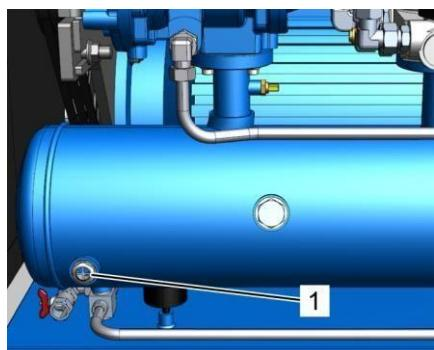

Рис. 30: Проверка уровня охлаждающей жидкости через смотровое отверстие
7. Проверьте уровень охлаждающей жидкости через смотровое отверстие (Рис. 30/1) и при необходимости долейте охлаждающую жидкость, как описано в *Глава 8.4.2 «Проверка уровня охлаждающей жидкости / доливка охлаждающей жидкости» на странице 87.*